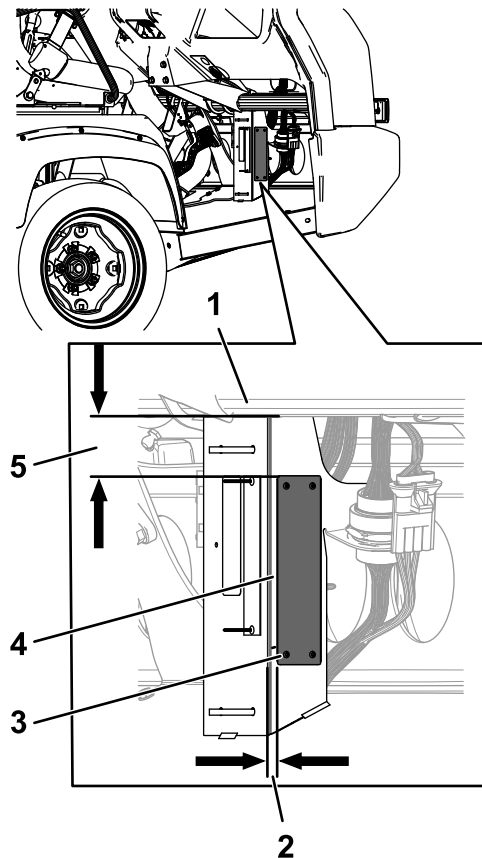

Figura 8
1. Montate la targa del numero di serie utilizzando 4 ribattini con spina (3 x 10 mm) nel punto indicato nella Figura 8.